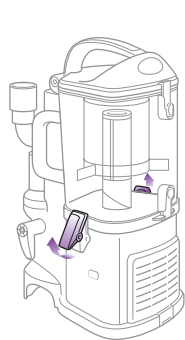

Fig. 19
- 1 Défaire les taquets sur les côtés du récipient à poussière en les soulevant vers le haut et l'extérieur pour retirer le récipient à poussière de la base du moteur. (Fig. 19)